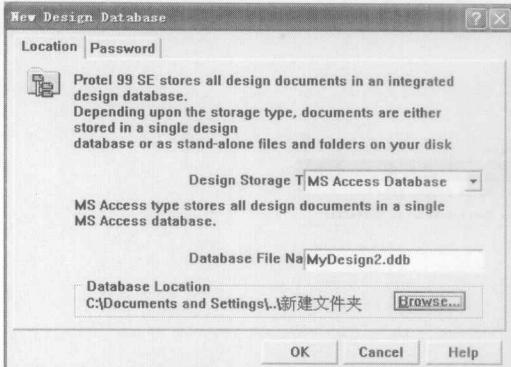
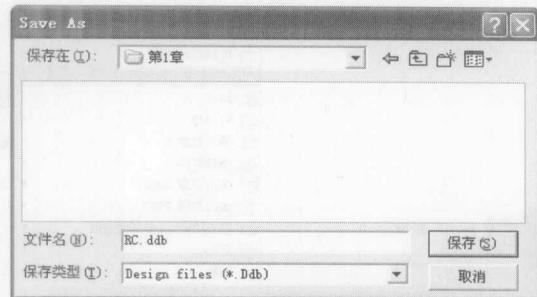

图1-7 新建的设计数据库文件
图1-8 保存后的设计数据库文件
- (1) 在 Protel 99 SE 的主窗口中，执行菜单命令【File】/【New】，打开【New Design Database】(新建设计数据库文件)对话框，如图 1-7 所示。
- (2) 在【Database File Name】(设计数据库文件名称)文本框中输入设计文件的名称。本例中命名为“RC.ddb”。
- (3) 单击【Browse...】按钮，打开【Save As】(存储文件)对话框，然后将存储位置定位到指定的硬盘空间上，如图 1-8 所示。